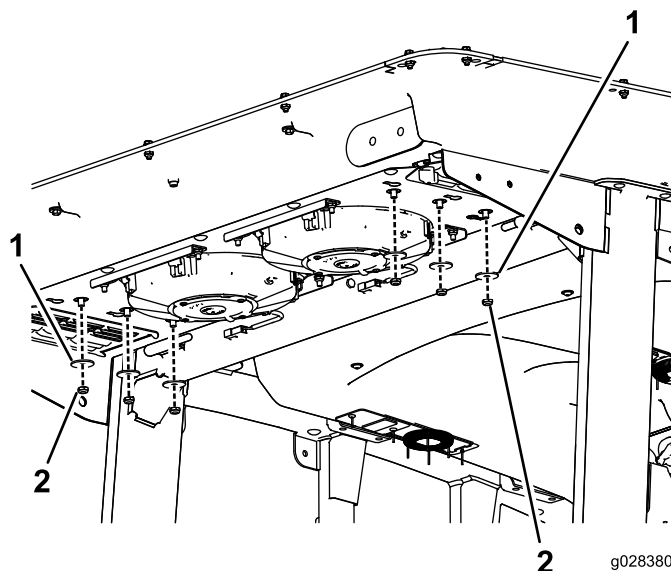

Figura 94
2. Togliete 6 dadi e rondelle dal fondo della parte posteriore della cabina (Figura 94).